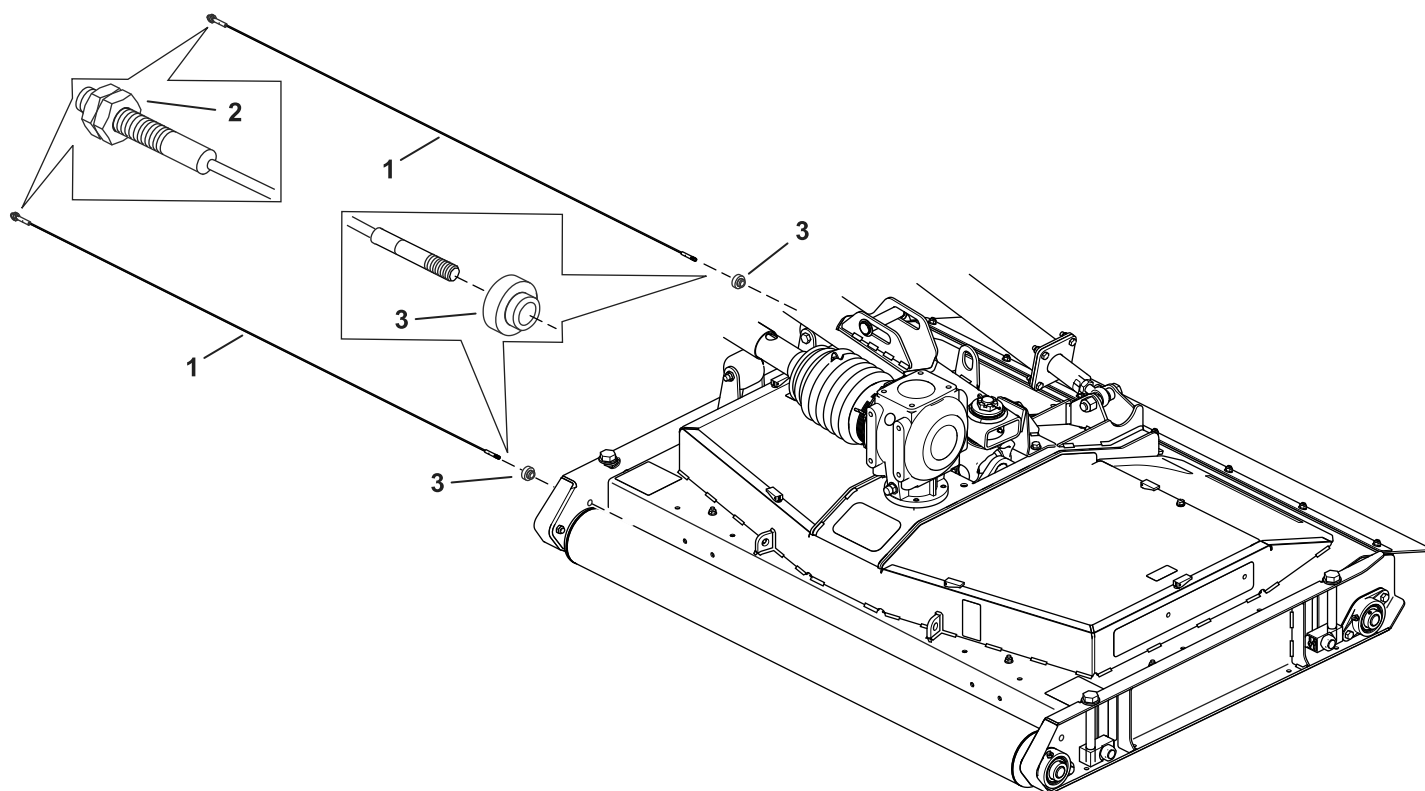

Figura 3
1. Montate il cavo in un cuscinetto come illustrato nella Figura 3.